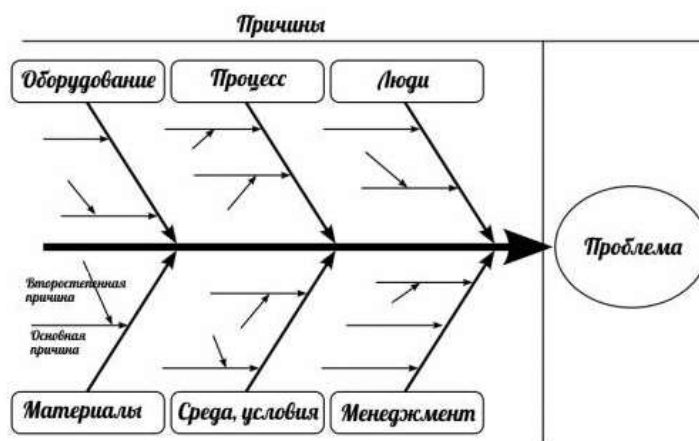

Рис.1 - Схема Фишбоун
- Метод «Фишбоун» (*Рыбий скелет*) В основе Фишбуна — схематическая диаграмма в форме рыбьего скелета. Схема Фишбоун представляет собой графическое изображение, позволяющее наглядно продемонстрировать определенные в процессе анализа причины конкретных событий, явлений, проблем и соответствующие выводы или результаты обсуждения (рис.1).